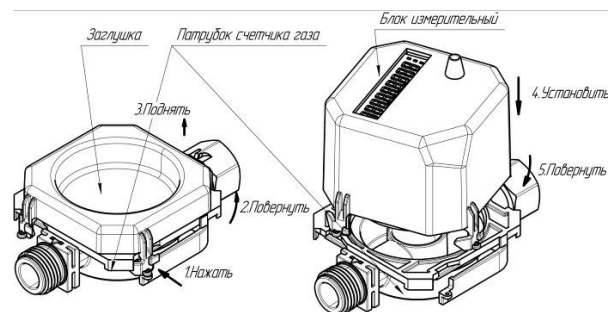

Рисунок 1
6.1 Счетчик газа имеет вариант поставки в виде патрубка с установленной на него заглушкой и блока измерительного (см. Рисунок 1). Это позволяет производить предварительный монтаж патрубка с заглушкой, в помещениях, не переданных владельцу а затем, при передаче помещения владельцу – устанавливать на патрубок блок измерительный.